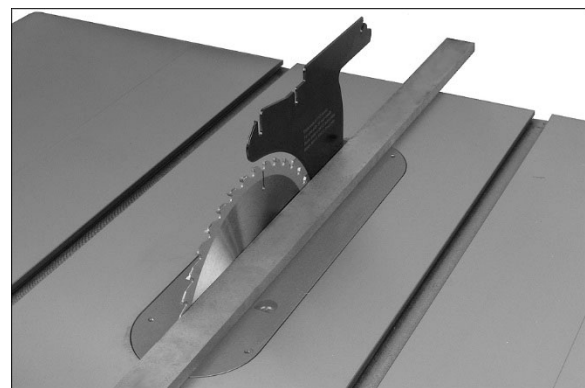

Figure 8-7
2. Placez une règle droite sur la table afin qu'elle repose contre la lame et le couteau séparateur. Voir la Figure 8-7. Faites pivoter la lame afin que la partie supérieure de la dent de la lame touche la règle droite.